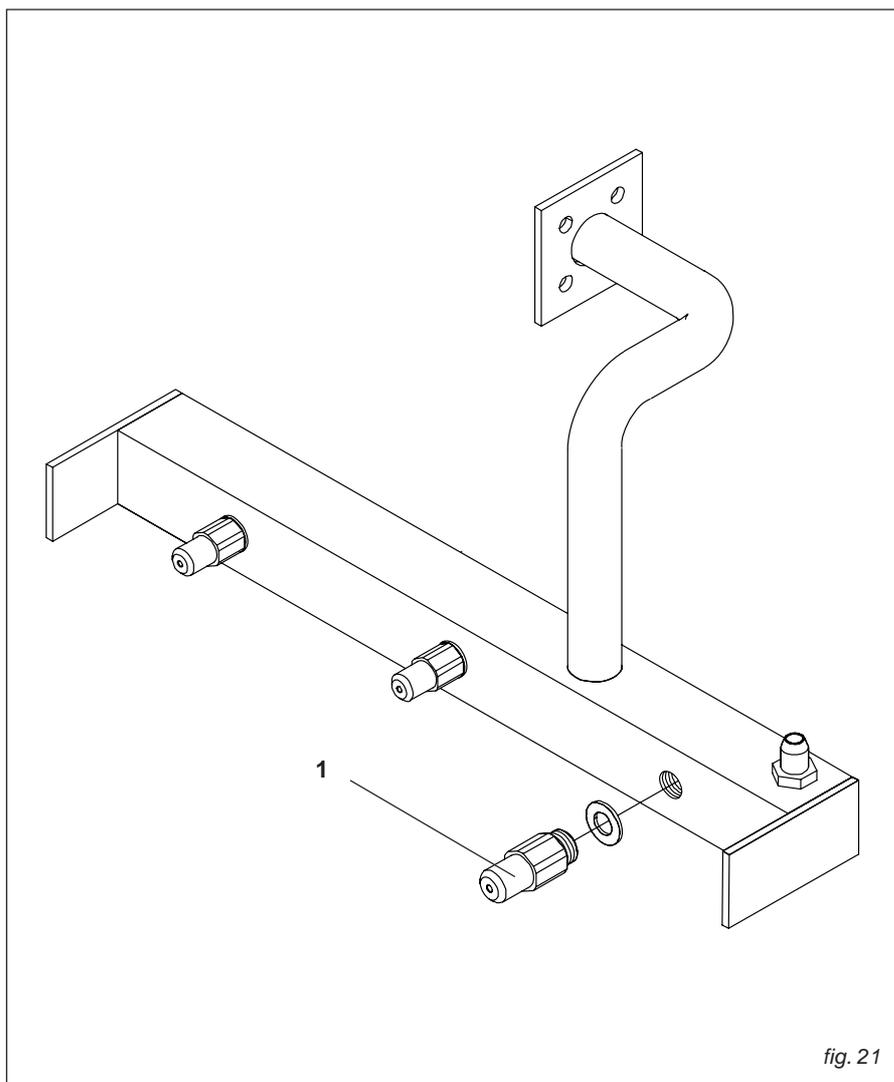

fig. 21
- smontare gli ugelli "1" (fig.21) del bruciatore principale e sostituirli con quelli adatti al nuovo gas di alimentazione. (vedi tabelle "UGELLI - PORTATE - PRESSIONI" di pag.7)